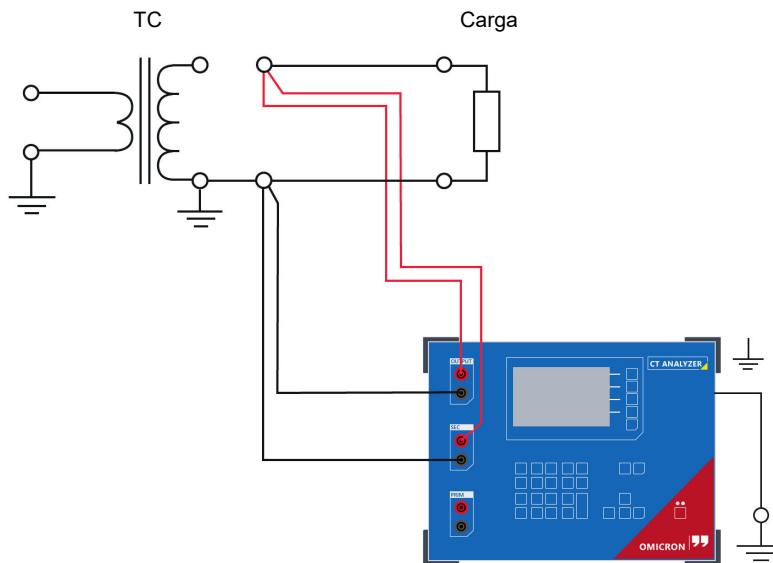

Figura 3-3: Fiação básica para um teste de carga
Para realizar um teste de carga, conecte o *CT Analyzer* conforme mostrado na Figura 3-3. Siga as regras gerais de segurança na seção 3.1 na página 25 e as instruções de segurança apresentadas no capítulo 1 "Instruções de segurança" na página 9.
1. Abra a linha de conexão para o lado não aterrado do TC (consulte a Figura 3-3).